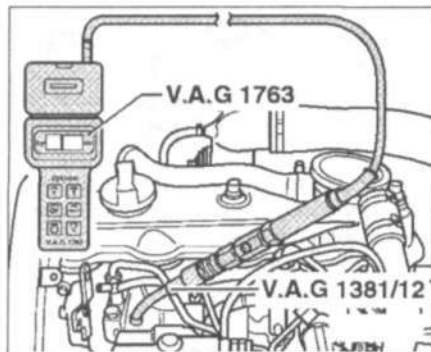

Рис. 7.20. Вкрутите переходник V.A.G 1381/12 в отверстие под свечу накаливания. Проверьте компрессию с помощью компрессометра V.A.G 1763.
4. Вкрутите переходник V.A.G 1381/12 в отверстие под свечу накаливания (рис. 7.20). Проверьте компрессию с помощью компрессометра V.A.G 1763.